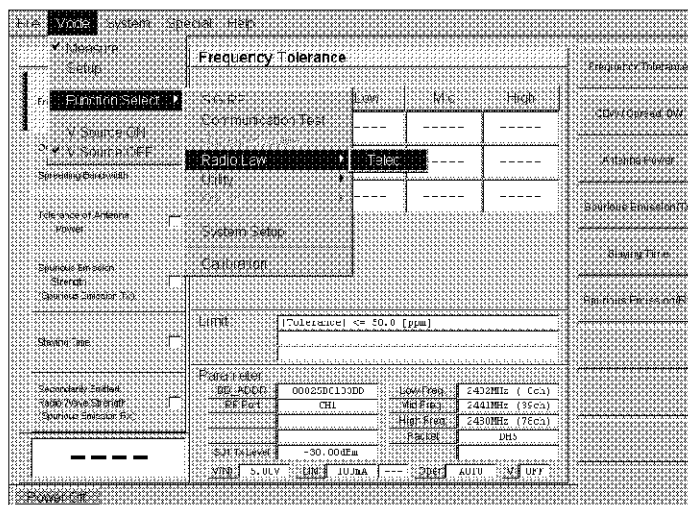

図 2-33 Telec 試験の設定
2. メイン・メニューの **Mode** をクリックして、ドロップダウン・メニューの **Function Select** → **Radio Law** → **Telec** と選択します。Telec の測定用画面が表示されます(図 2-33 参照)。